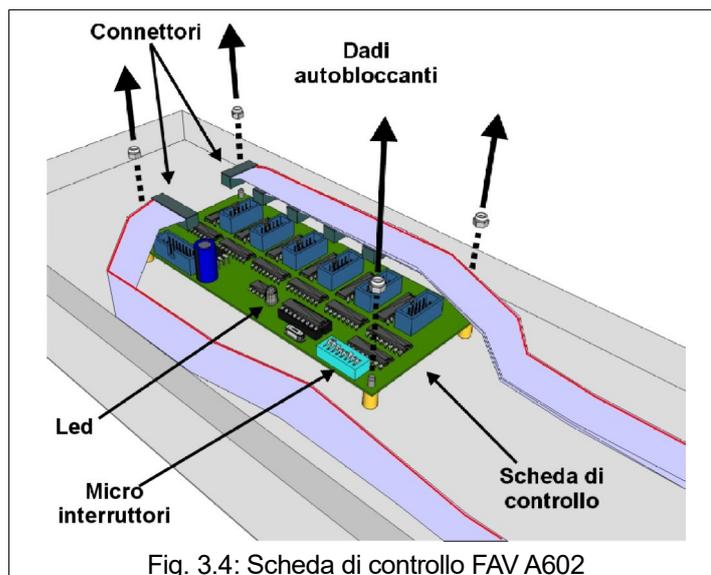

Fig. 3.4: Scheda di controllo FAV A602
7. In the internal part of the support (Fig. 3.4) you'll find the electronic control unit (FAV A602) into which the display boards are plugged; remove the connectors but bear in mind their previous position.
8. With a 5.5mm-key unscrew the 4 self-locking nuts from the electronic control unit (Fig. 3.4) and eventually remove this latter from its housing.
7. Individuare la scheda di controllo (FAV A602), alloggiata nella parte interna del supporto (Fig. 3.4), alla quale sono collegate le schede di visualizzazione; estrarre da essa tutti i connettori prendendo nota della loro posizione.
8. Mediante una chiave da 5,5 mm svitare i 4 dadi autobloccanti della scheda di controllo (Fig. 3.4) e quindi toglierla dalla sede.